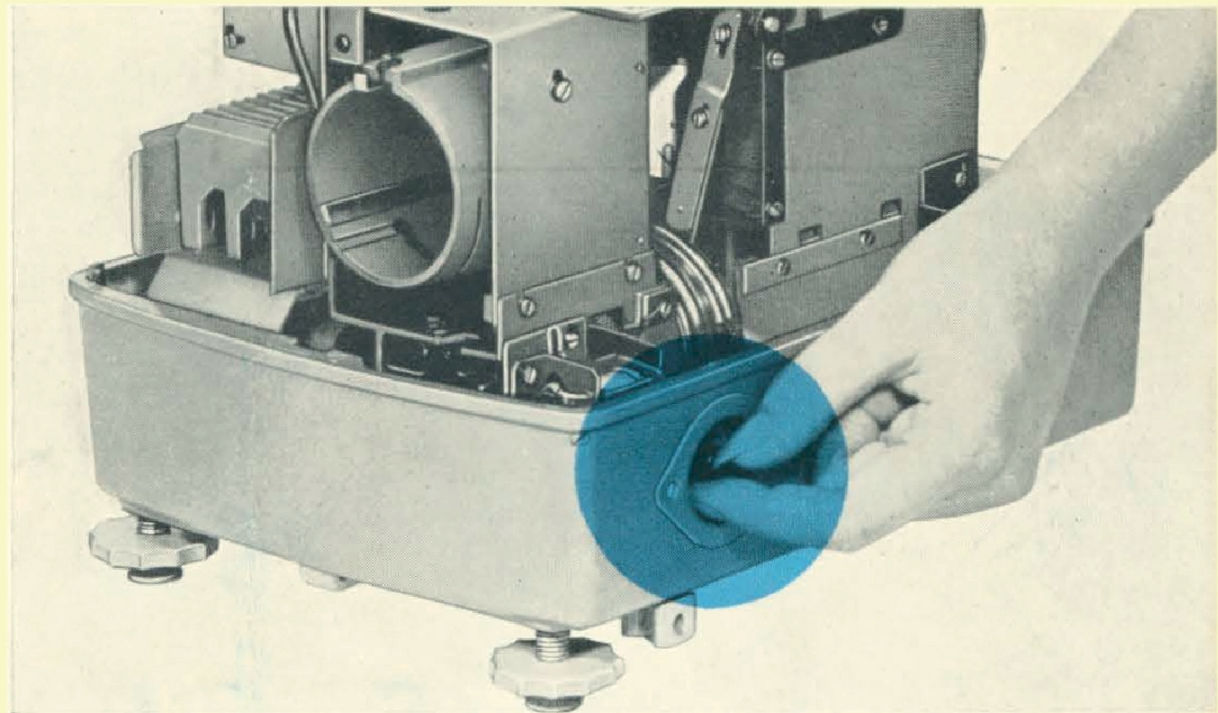

Abb. 19
Durch nicht sachgemäß gefaßte oder in ihren Abmessungen nicht normgerechte Dias können Störungen im Magazintransport vorkommen. In solchem Fall muß das Gerät sofort ausgeschaltet und das Anschlußkabel aus der Steckdose gezogen werden. Zur Behebung der Störung öffnen Sie die Haube und führen das Dia unter Drehen der gerändelten Motorwelle (15) wieder in das Magazin zurück (Abb. 19).